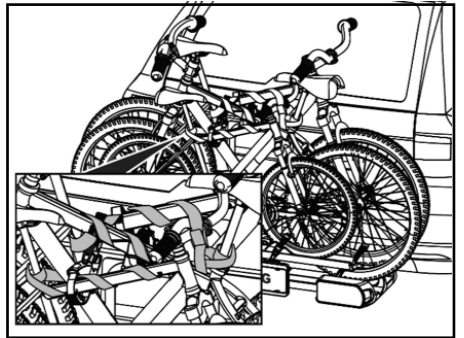

Bild 12: Anlegen des Sicherheitsgurts
- Überprüfen Sie vor jedem Fahrtantritt den korrekten und festen Sitz des Gurtes um die Fahrräder und U-Bügel des Trägers (Bild 12).